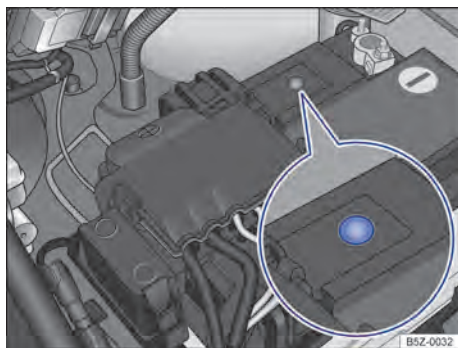

Fig. 194 No compartimento do motor: exemplo de posição do visor no lado superior da bateria do veículo.
- O visor redondo → **Fig. 194** na parte superior da bateria do veículo muda de cor conforme o nível do eletrólito.